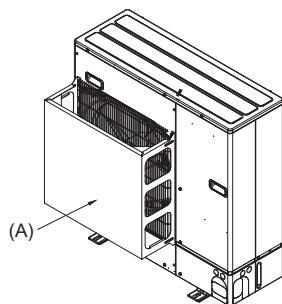

Fig. 2-5
- (2) Montera en luftskyddsledare om enheten är installerad på en plats där starka vindar från en tyfon eller liknande kan komma in direkt i luftutblåset. (Fig. 2-5)